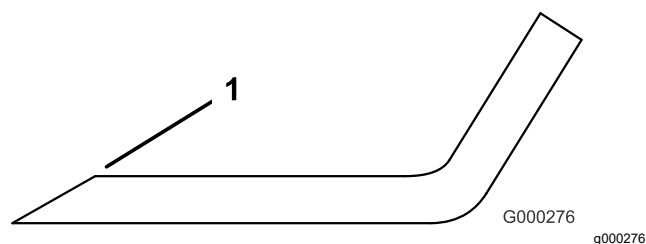

Figura 128
- Inspeccione los filos de corte de todas las cuchillas, y afílelos si están romos o tienen mellas (Figura 128).
Nota: Afíle únicamente la parte superior del filo y mantenga el ángulo de corte original para asegurar un filo correcto (Figura 128). La cuchilla permanece equilibrada si se retira la misma cantidad de material de ambos filos de corte.